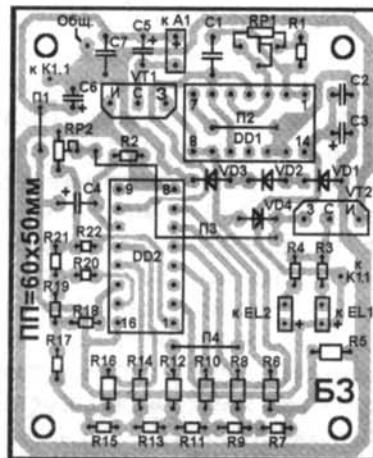

Рис. 2
Печатная плата БЗ выполнена из односторонне фольгированного стеклотекстолита или гетинакса размерами 60x50x1,5 мм (рис. 2). Диаметр отверстий на плате под микросхемы 0,7...0,8 мм, под другие радиоэлектронные компоненты – 0,7...0,9 мм, под соединительные
3. “Радио” 1987, №4, с. 30, рис.2. Г. Крупецких. Еще раз о часах – будильнике из набора “Старт 7176”.